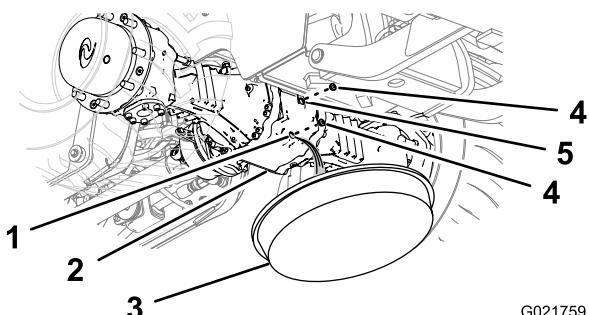
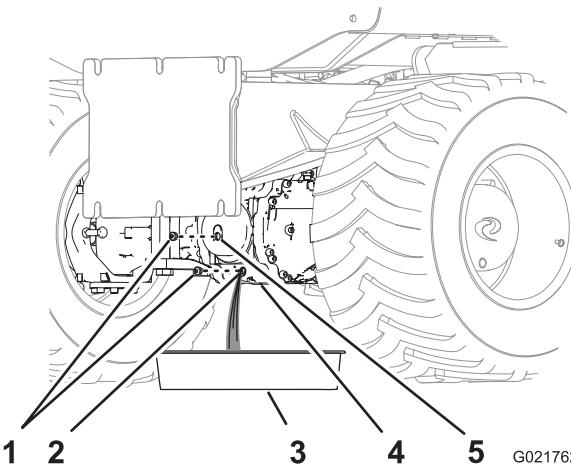

Рисунок 68
Рисунок 69
- Поместите сливной поддон под картер ведущей шестерни моста (Рисунок 68 и Рисунок 69).
- Отверните пробки смотрового и сливного отверстий картера ведущей шестерни (Рисунок 68 и Рисунок 69).